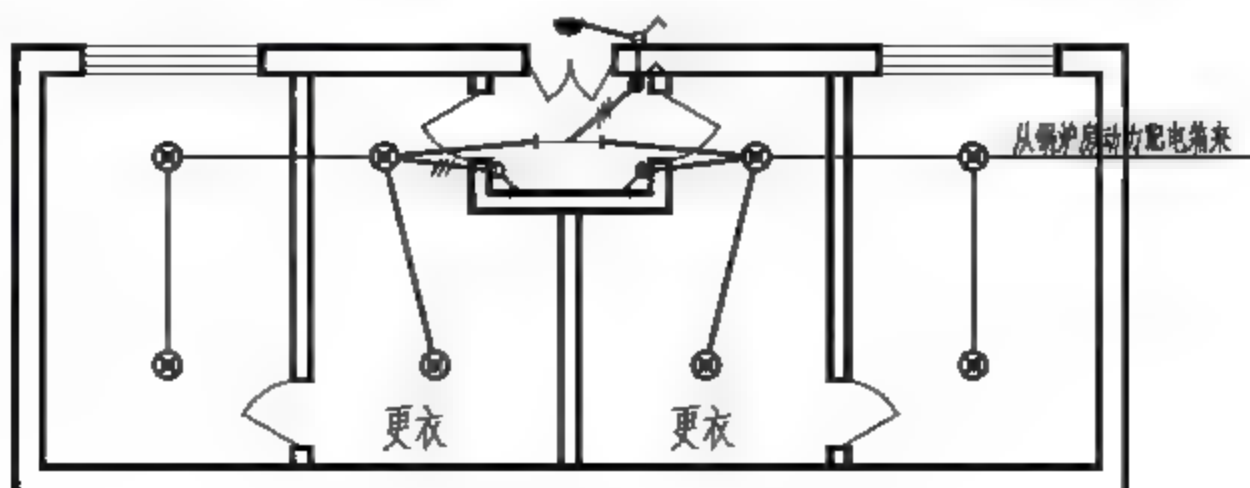

图7-95 绘制文字
(7) 调用MT【多行文字】命令，在相应的位置创建多行文字，效果如图7-95所示。